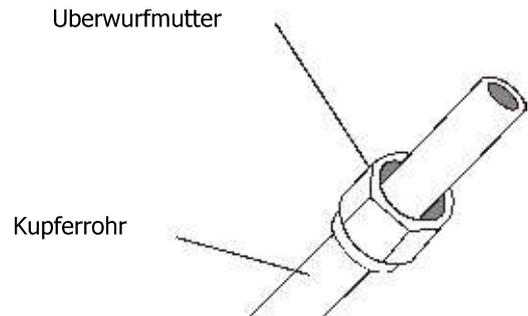

Abb. 5.3
3. Platzieren Sie die Muttern an beiden Enden des Rohres. Vergewissern Sie sich, dass sie in die richtige Richtung zeigen, Sie können sie nach dem Bördeln nicht mehr ändern. (Siehe **Abb. 5.3**)